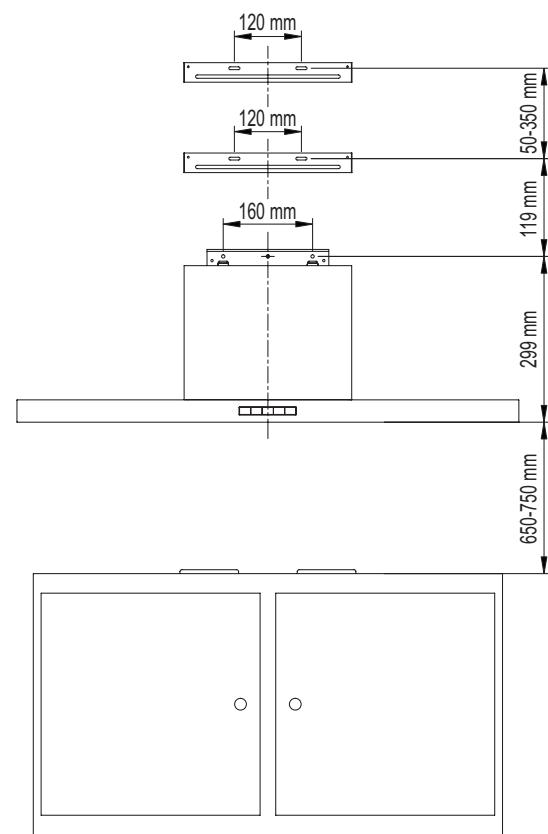

Fig.2
- La campana debe ser posicionada entre 650mm y 750mm sobre los quemadores para asegurar un efecto correcto y seguro. Vea la Fig. 2